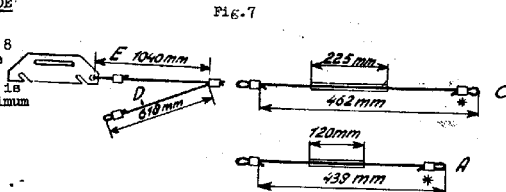

Fig. 7
6. Bevestig een hulpbeugel, zoals getekend is in fig. 7, op de variabele condensator en zet de aandrikkabel met de kartelschroeven vast. Neem de kabel van de wijzer los en licht het van de geleidingschijven.